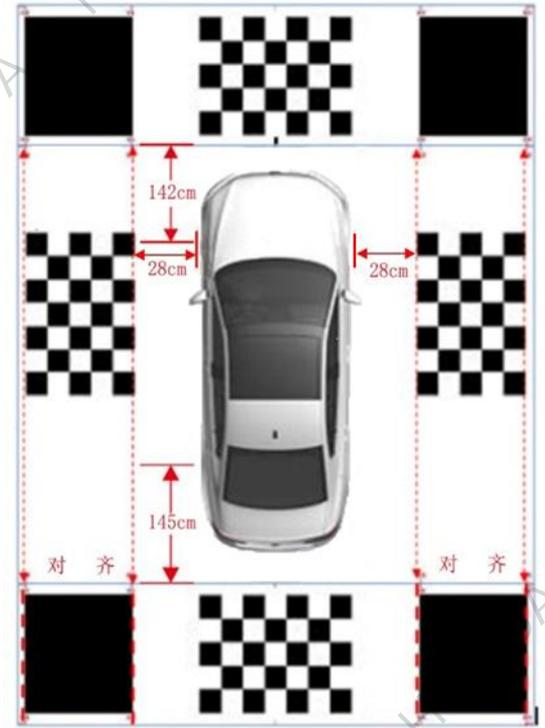

图 1 标定尺寸示意图
(1) 标定场地大小宽约 5.6 米，长约 9.0 米，详细尺寸见图 1 说明（图示尺寸标注单位：cm）。
(1) 如图 1 所示，将车辆停正，确保车辆周围区域范围满足第 1 条说明的要求；
(2) 以垂直于车辆中轴线方向，在车辆前、后侧铺设标定布；
(3) 利用尺子按照图 1 的规格尺寸对标定布的位置进行调整，直到标定布与车辆之间的位置关系符合图示要求。尺寸明细：